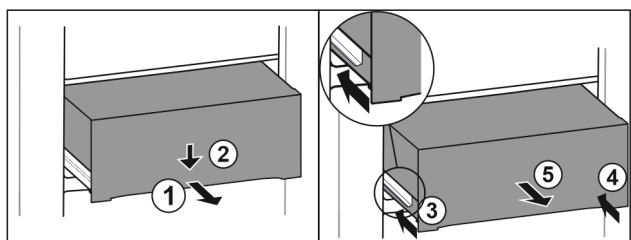

Fig. 122
- Zásuvku napůl vytáhněte. Fig. 122 (1)
- Stlačte zásuvku na přední straně dolů. Fig. 122 (2)
- Zasuňte levou kolejničku přibližně do 2 cm. Fig. 122 (3)
- Zasuňte pravou kolejničku přibližně do 2 cm. Fig. 122 (4)
- Vyjměte zásuvku dopředu. Fig. 122 (5)